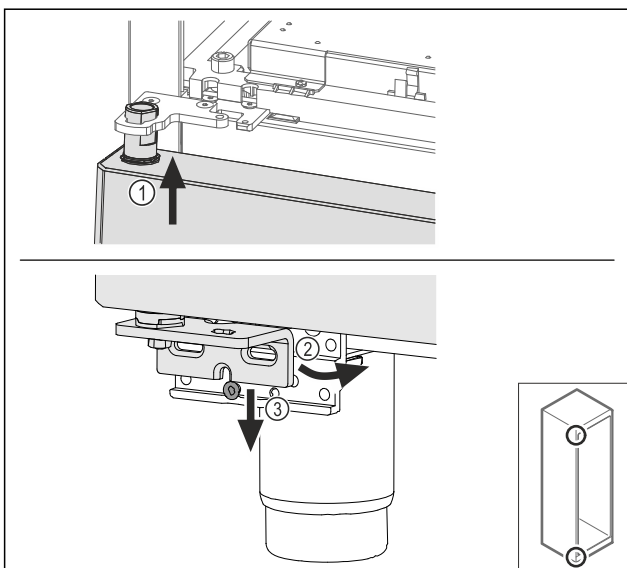

Fig. 68
- Luta dörren något och lirka in den upptill Fig. 68 (1), rätta upp dörren Fig. 68 (2) och sätt den på lagerbockskraven Fig. 68 (3) nedtill.